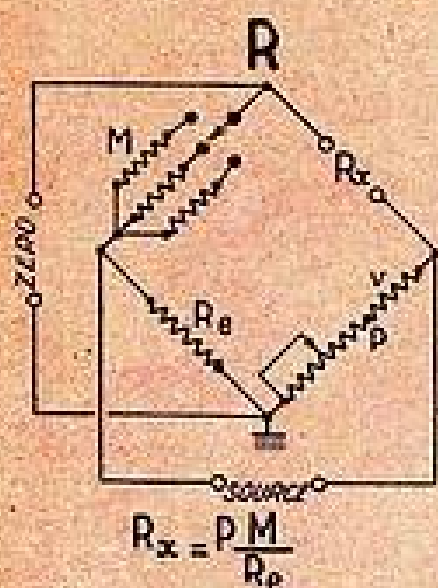

Fig. 6. — Pont de Wheatstone.
Les différentes combinaisons obtenues, par simple commutation, à l'aide de ce pont, sont : Pont de Wheatstone pour la mesure des résistances (fig. 6), Pont de Sauty-Wien pour la mesure des capacités (fig. 7), Pont de Maxwell pour la mesure des self-inductions (fig. 8) et Pont de comparaison en % (fig. 9).
En mettant le commutateur de fonctions sur « R », nous obtenons le pont de Wheatstone de la figure 6. On met le commutateur (M) sur la gamme qui convient et l'on règle le « potentiomètre étalonné » de manière à obtenir le zéro. La résistance, en ohms, est égale à la valeur lue sur le cadran étalonné, multipliée par le coefficient correspondant à la gamme utilisée.
Enfin, pour mesurer les courants dans les circuits et, en particulier, dans les électrodes des tubes radio il peut être intéressant de faire des plaquettes spéciales. En voici une originale (fig. 6), et pratique, car le schéma est en même temps dessiné à la pointe à tracer. Ce système, avec ses douilles munies de cavaliers court-circuit, nous a rendu service dans l'étude d'une base de temps « images ». Il n'y a aucunement besoin d'indiquer les valeurs des résistances et des condensateurs.